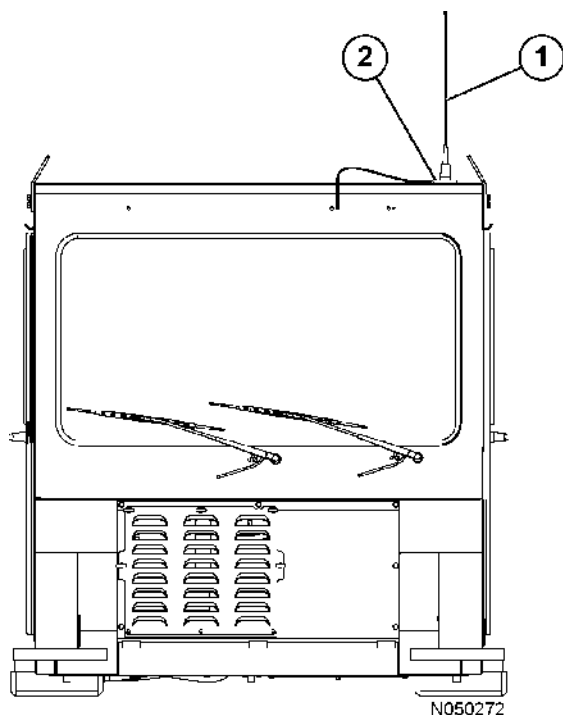

FIGURA 5-14. ANTENA ORBCOMM
El controlador Orbcomm transmite los datos a través de la antena (1, Figura 5-14) montada en la parte superior de la cabina con un montaje magnético (2). El cable coaxial de la antena se enruta a través de la cabina para protegerlo contra daños. Si la antena o el cable coaxial se dañan, cambie la parte..